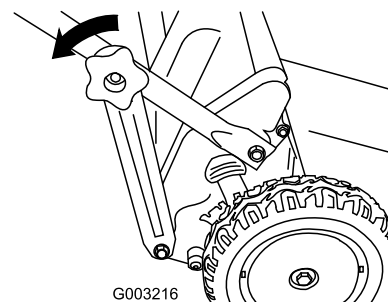

Figura 54
1. Retire los pomos del manillar inferior (Figura 54).
2. Desenganche los soportes del manillar inferior del extremo inferior de ambos lados del manillar (Figura 54).